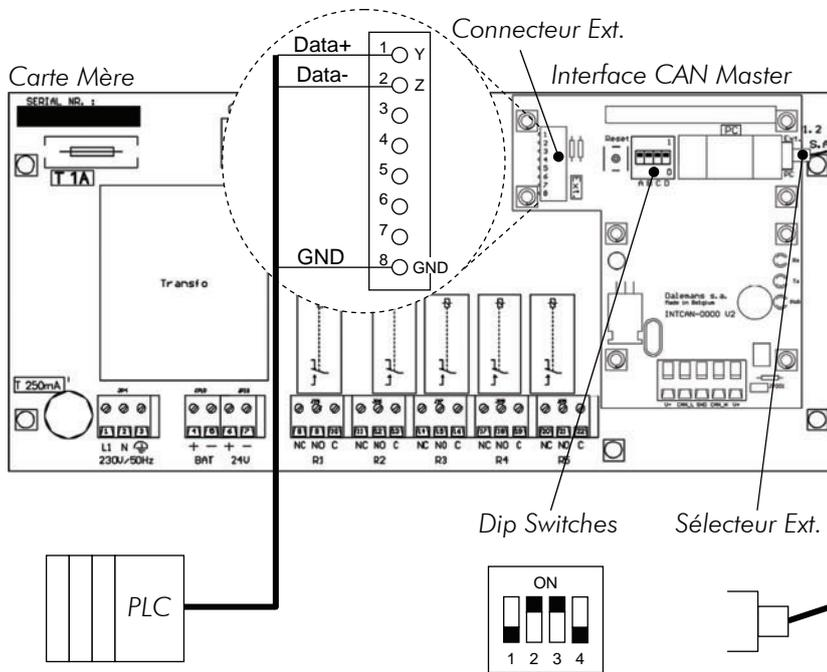

Fig. 56
- A l'autre bout du câble, raccorder les bornes 1, 2 et 8 du connecteur *Ext* de la carte *Interface CAN Master* (Fig. 56).